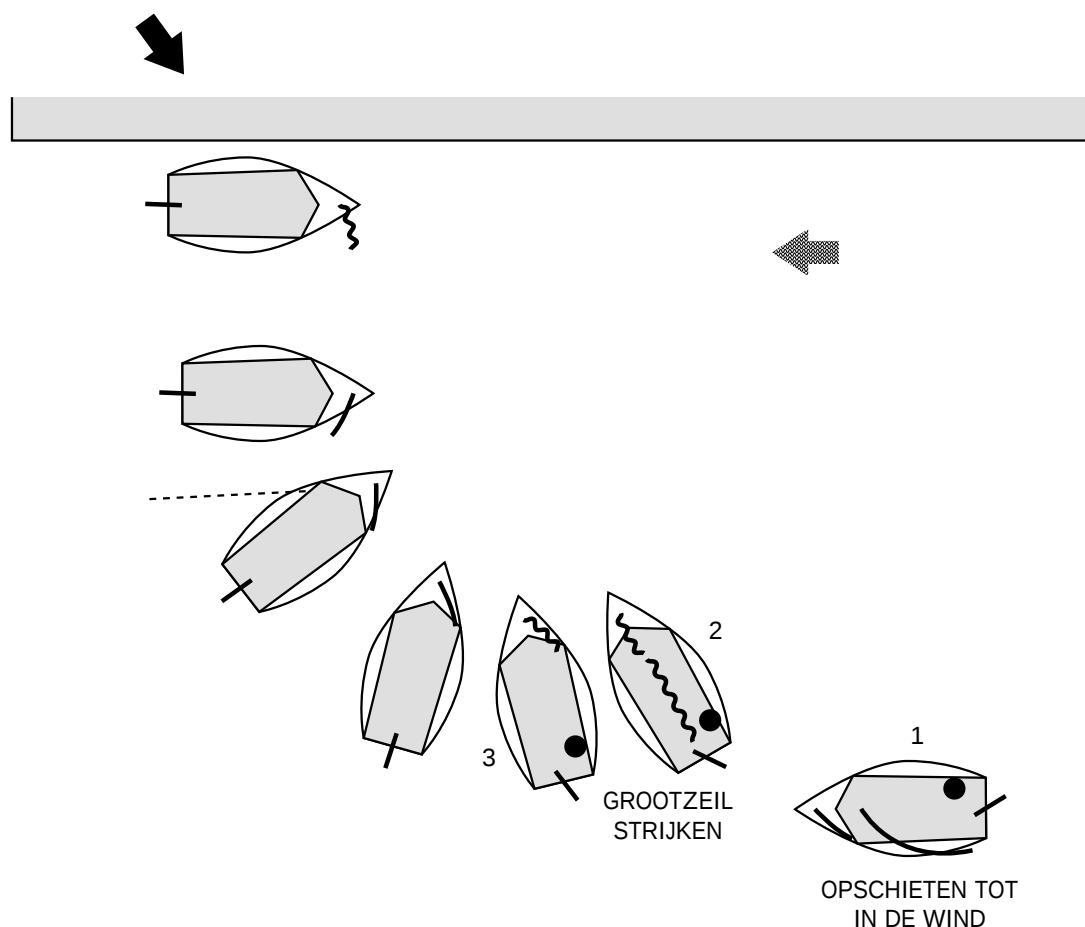

Fig. 37: aanleggen aan hogerwal met stroming, wind en stroming komen niet uit dezelfde richting.
2. Wind en stroming komen niet uit dezelfde richting. (fig. 37)